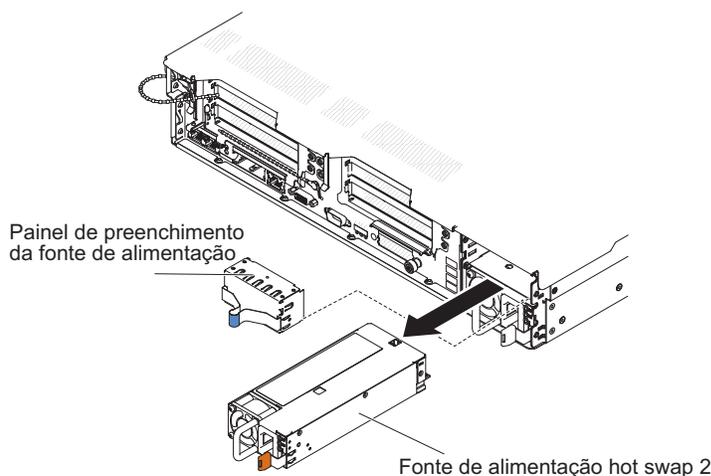

Figura 69. Removendo uma Fonte de Alimentação AC Hot-Swap
4. Segure a fonte de alimentação pela alça. Consulte Figura 69.